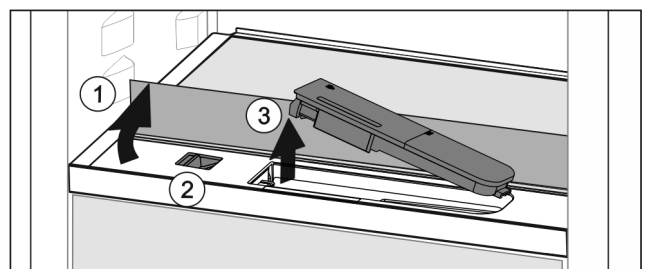

Fig. 164
- ▶ Повдигнете стъклената плоча и я завъртете до ограничителя назад Fig. 164 (1).
- ▶ Преместете плъзгача Fig. 164 (2) наляво.
- ▶ Извадете резервоара за вода Fig. 164 (3).